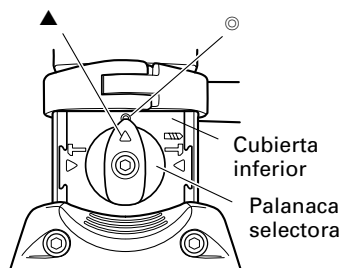

Fig. 8
(2) Cuando fije las posiciones de trabajo de herramientas tales como cortatrío, etc.
- (a) Tire de la palanca selector, desbloquéela, y gírela. Alinee ▲ de la palanca selectora con ◎ de la cubierta inferior, como se muestra en la Fig. 8.